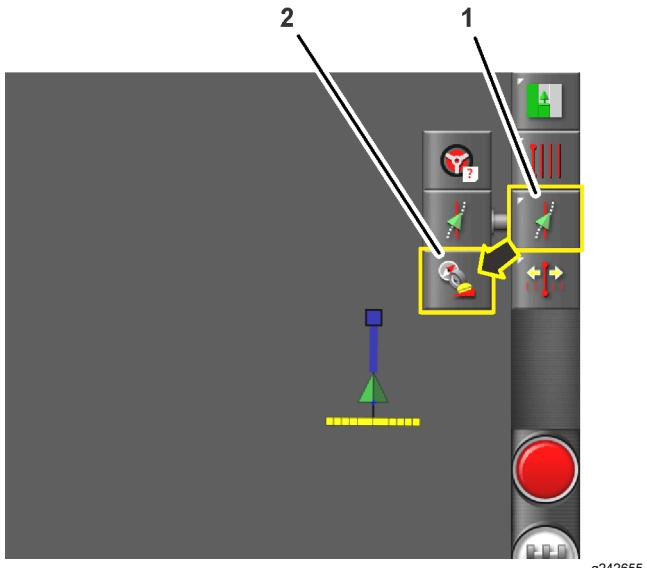

図 166
1. ステアリングオプションアイコンを押します。 (図 166)
2. ステアリング校正アイコンを押します。(図 166)